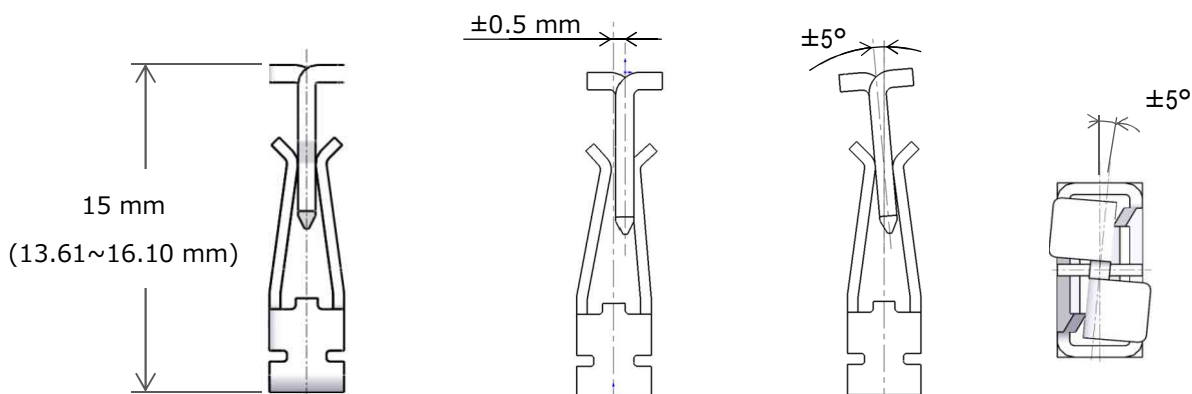

Fig. 5 嵌合完了 / Mating completion
2. 垂直に PLUG を差し込み、嵌合高さが 13.61~16.10 mm の範囲で使用して下さい。(Fig. 5)